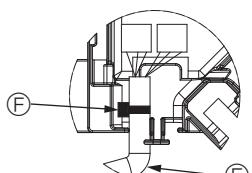

Fig. 10-10
- Placez le ruban de protection du moteur d'aillette du panneau dans la boîte de raccordement, comme indiqué sur le schéma. (Fig. 10-10)